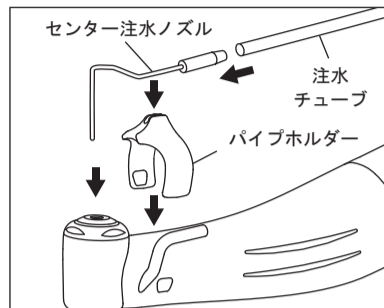

図6
3) センター注水ノズルをヘッドの後部にある穴に差し込み、パイプホルダーの溝に取り付けます。(図6)